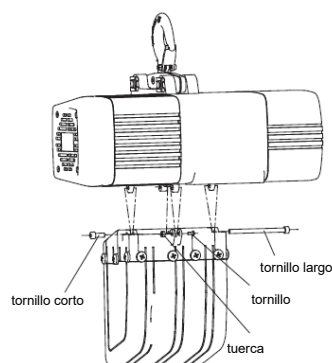

Imagen 3
- 3 Pasos para el montaje de la bolsa recoge cadena de 1 t (Imagen 3)